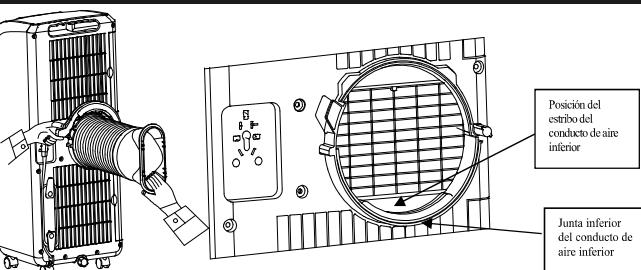

Figura 6
1. El conector redondo debe colocarse en el estribo dentro de la parte inferior del conducto de aire inferior (como se muestra en la figura 6).